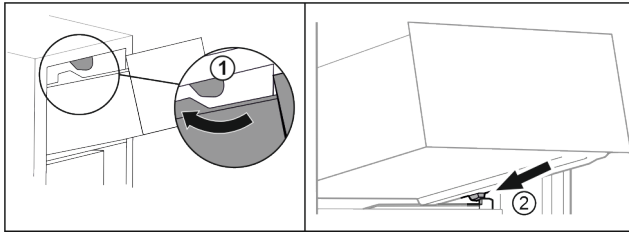

Fig. 65
- ▶ Lade om de bovenste stoppers leiden. Fig. 65 (1)
- ▶ Lade schuin achter de onderste stoppers op containerrib plaatsen. Fig. 65 (2)